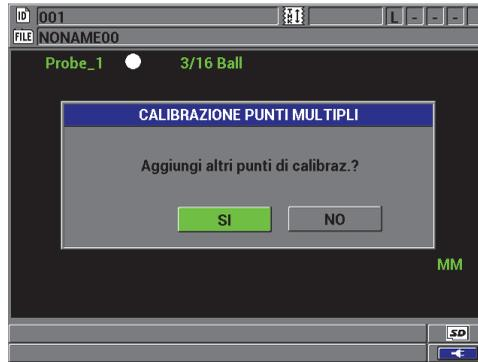

Figura 4-10 Aggiungere punti di calibrazione supplementari
7. Punti di calibrazione supplementari (a punti multipli): Verrà chiesto all'utente se si vogliono aggiungere dei punti di calibrazione supplementari (vedere Figura 4-10 a pagina 96). Selezionando **NO** si completerà la calibrazione standard (di base) mentre selezionando **SI** (a punti multipli) l'utente potrà aggiungere fino ad otto punti di calibrazione supplementari.